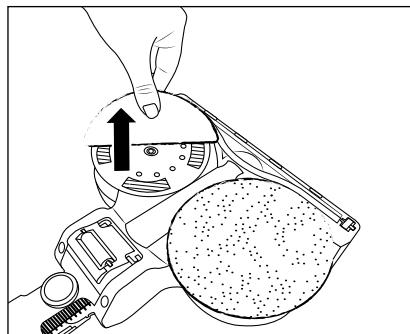

Fig. 17
- ◆ Pour retirer une serpillière ④ de l'embout serpillière ①, saisissez-la avec les doigts et retirez-la de l'embout serpillière ① en la tirant vers le haut (voir fig. 17).